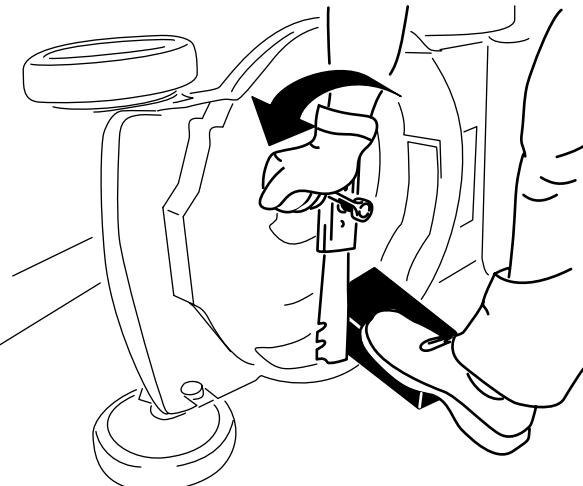

Figura 25
2. Utilice un bloque de madera para inmovilizar la cuchilla (Figura 25).
3. Retire la cuchilla, conservando todos los herrajes de montaje (Figura 25).